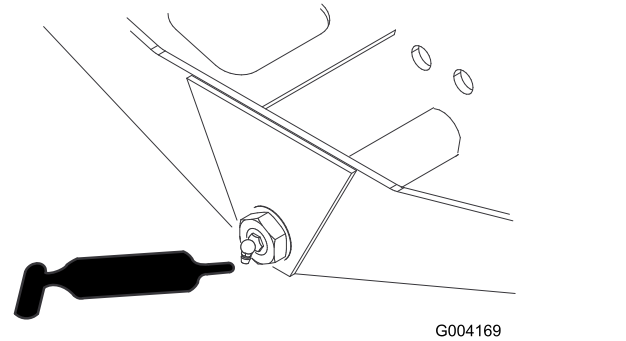

Figura 46
- Pivote de dirección del eje (1) (Figura 46)